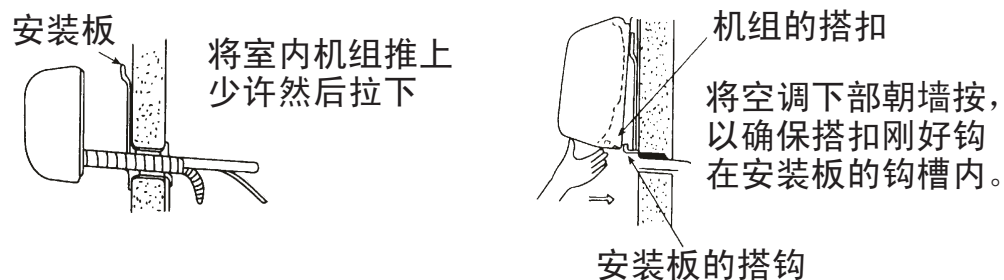

图32
- (1) 将已整理好的连接电缆、排水管与铜管一起从墙上的预孔穿出。
- (2) 如图32所示将室内机组钩上安装板。
- (3) 把室内机组的搭扣钩在安装板上。